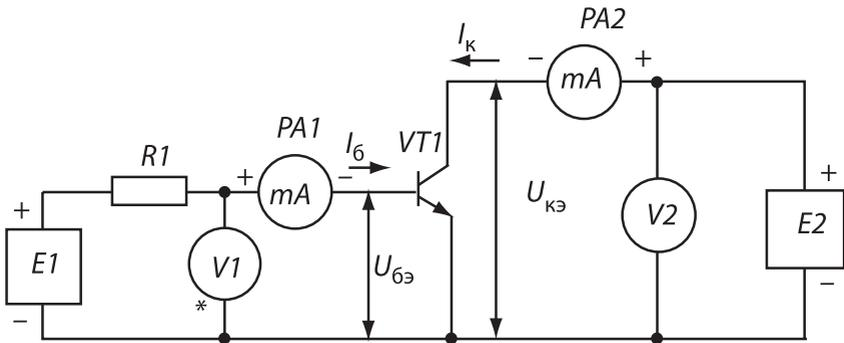

Рис. 2.1
2. Собрать схему рис. 2.1, установить $R1 = 600 \text{ Ом}$, включить питание 220 В, источники E1, E2. Сначала проверяется возможность снятия входных характеристик. Для этого постепенно увеличивая подводимое напряжение и наблюдая за показаниями приборов необходимо убедиться в работоспособности схемы.